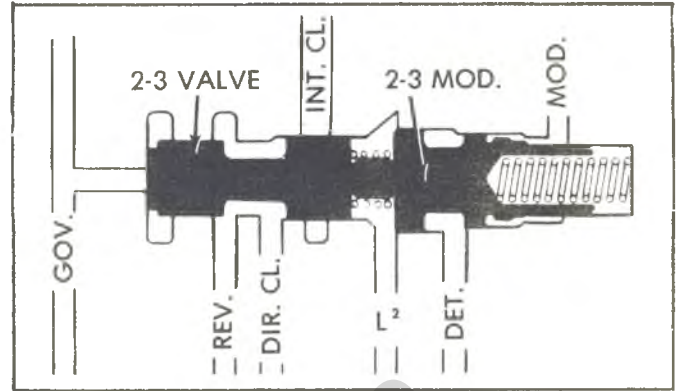

Fig. 12T-2-3 Valve and 2-3 Modulator Valve Train (Typical)
**2-3 Shift Valve (Fig. 12T)**
**2-3 Modulator Valve (Fig. 12T)**